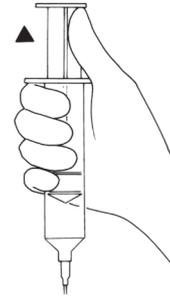

Figura 4-4a. aspire el aire
5. aspire el aire que queda en el manguito hasta que note una ligera resistencia en el émbolo. (**Figura 4-4a**)